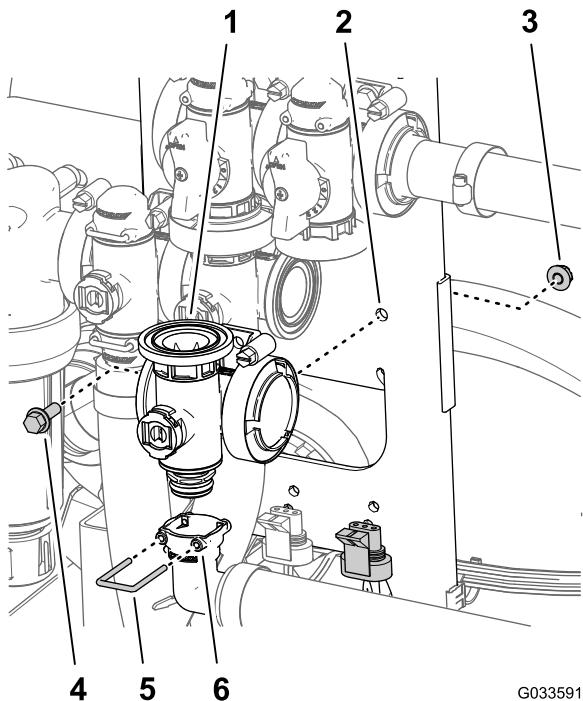

Figure 115
2. Retirez l'étrier qui fixe le raccord de sortie à 90° à l'accouplement du collecteur de la vanne maîtresse (Figure 115).
3. Retirez le boulon à embase ( $\frac{1}{4}'' \times \frac{3}{4}''$ ) et le contre-écrou à embase ( $\frac{1}{4}''$ ) qui fixent la vanne maîtresse des rampes au support, puis déposez le collecteur de la machine (Figure 115).